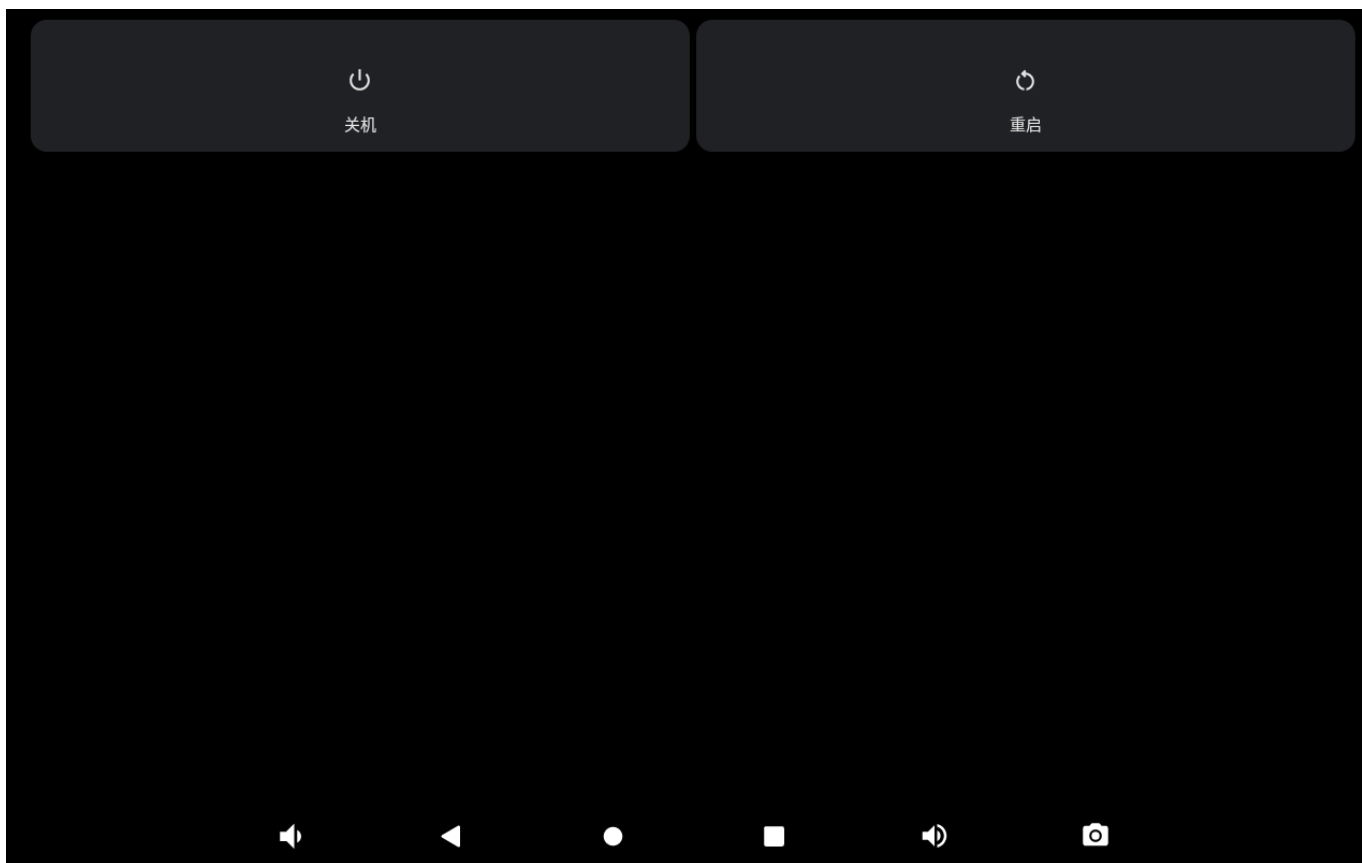

图12-12 关机界面
长按电源键^①，将进入关机界面，见图 12-12。关机包含 2 个选项：关机、重启。